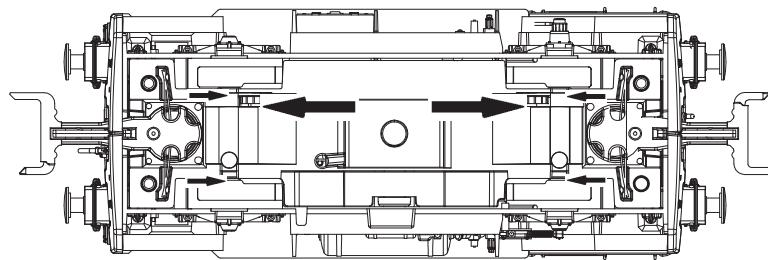

Fig. 6
**2. Schmierung:** Versehen Sie die im Schmierplan in Fig. 5 gekennzeichneten Stellen mit nur **kleinen Öltropfen**. Dazu zuerst den Getriebedeckel abnehmen. Danach den **Radsatz** herausnehmen (Fig. 6). Wir empfehlen den ROCO **Öler Art.-Nr. 10906**. Fürs Schmieren der Getriebeteile (Zahnräder, Schnecke) empfehlen wir das **ROCO-Spezialfett Art.-Nr. 10905**. Im Falle der Schmierung diese Teile **nicht ölen**.
**2. Lubrication:** Apply **tiny oil drops** to spots marked in fig. 5. Prior to lubrication remove the gear cover. Take out **wheel set** (fig. 6). We recommend using item no. **10906, ROCO oiler**. For lubrication the gearparts (e.g. cogwheels, worm) we would recommended our ROCO **special grease** (item no. **10905**).
**2. Graissage:** N'appliquez **qu'une tout petite goutte** aux endroits indiqués par le plan de graissage (fig. 5) après avoir démonté la caisse de la locomotive (fig. 6). Nous vous recommandons **le graisseur à huile ROCO réf. 10906**. Pour graisser les engrenages (roues dentées, vis sans fin) nous vous conseillons **la graisse spéciale ROCO réf. 10905** pour engrenages en matières synthétiques. Lorsque vous utilisez cette graisse il faut éviter d'huiler ces composants.
voir } Fig.6
voir } Fig. 6